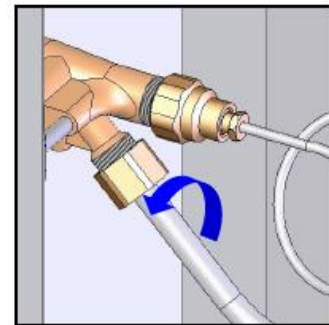

Figure 2
- Ausbau der Verbindungsmuffe zwischen dem Radian Gasversorgungsschlauch und dem Ventil (Bild 2.).